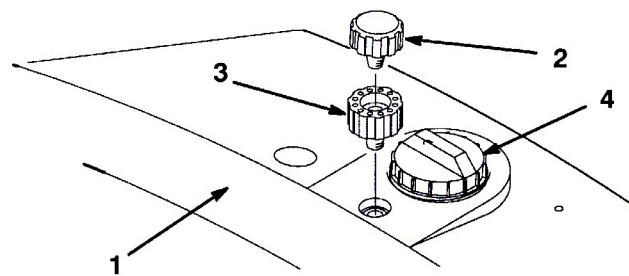

図8
1. オイル・フィルタ（図8）を取り外す。
2. 延長パイプを通気穴に取り付ける（図8）。
3. パイプの先端に通気キャップを取り付ける（図8）。